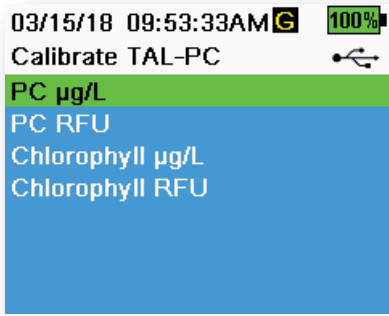
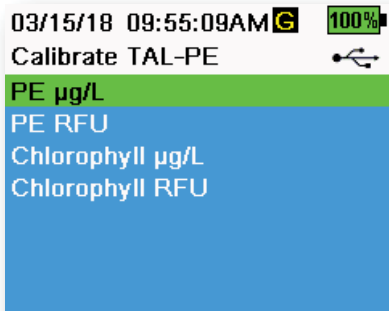

图 55 TAL-PC 校准选项
图 56 TAL-PE 校准选项
3. 选择要校准的通道和单位。TAL- PC 传感器选项如图 55 所示，TAL-PE 传感器选项如图 56 所示。